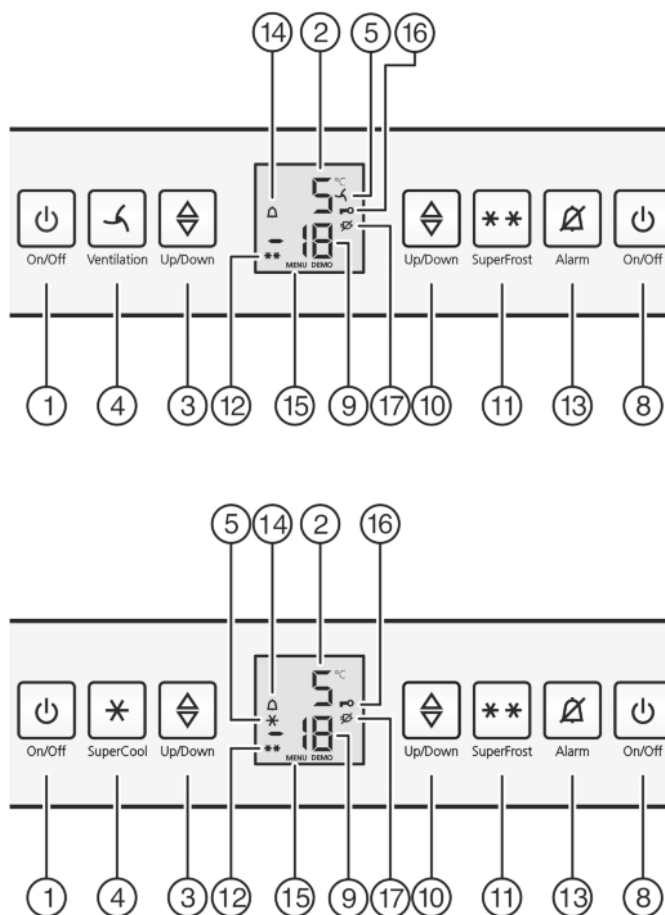

Fig. 2
- Appuyer sur la touche On/Off du congélateur *Fig. 2 (8)*.
- Appuyer sur la touche On/Off du réfrigérateur *Fig. 2 (1)*.
- Activer le mode de réglage : appuyer sur la touche SuperFrost *Fig. 2 (11)* pendant env. 5 secondes.
- ▷ Le symbole Menu *Fig. 2 (15)* apparaît dans l'affichage.
- Confirmez en appuyant brièvement sur la touche SuperFrost *Fig. 2 (11)*.
- ▷ Le symbole Sécurité enfants *Fig. 2 (16)* s'allume dans l'affichage.
- Appuyer brièvement sur la touche On/Off du compartiment congélateur *Fig. 2 (8)*.
- ▷ Le symbole Sécurité enfants *Fig. 2 (16)* s'éteint.
L'affichage de la température clignote en même temps que le symbole Alarme *Fig. 2 (14)*.
L'avertisseur sonore s'éteint automatiquement et le symbole Alarme *Fig. 2 (14)* et l'affichage de température arrêtent de clignoter lorsque la température est de nouveau suffisamment froide.
- ▶ Appuyer sur la touche Alarme *Fig. 2 (13)*.